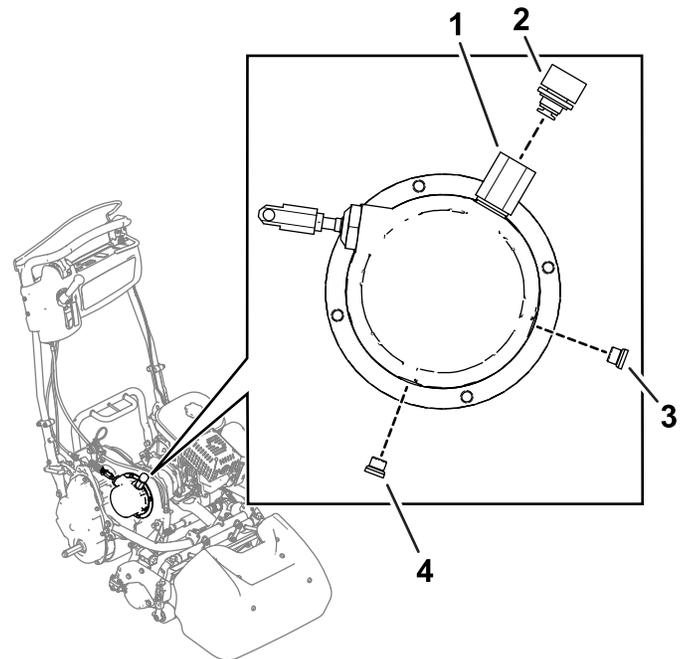

Figura 48
1. Retire el tapón de ventilación del respiradero del conjunto de transmisión (Figura 48).
2. Retire el tapón de vaciado (Figura 48) y deje que se drene el fluido de la transmisión del alojamiento de la transmisión.
6. Retire el tapón de nivel (Figura 48) para confirmar el nivel de llenado del fluido.